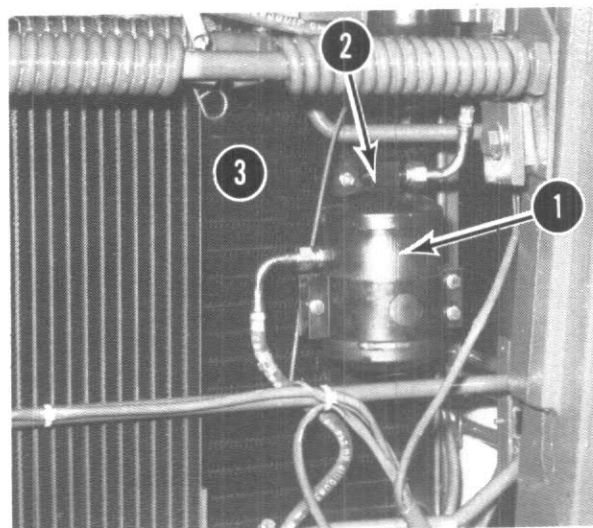

FIGURE 39
Le récepteur-sécheur (1) fig. 39) sert de réservoir de réfrigérant en cas de variation de besoin du système et agit également en tant que filtre du réfrigérant en son état de liquide (côté haute pression). En outre, un agent déshydratant absorbe et retient l'humidité. Quand l'élément qui le contient est saturé, il faut remplacer le récepteur-sécheur. Remplacez aussi cet organe quand le système a été ouvert 3 fois pour entretien ou réparation.